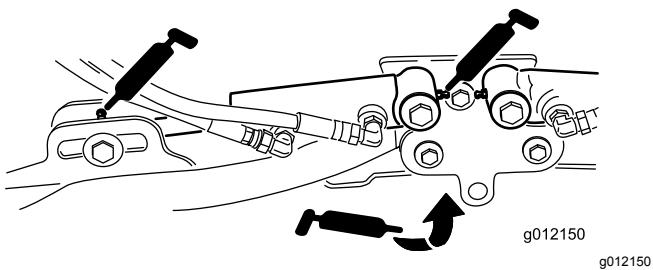

Figura 62
- Cilindros del brazo de elevación de la unidad de corte (2 en cada) (Figura 62)